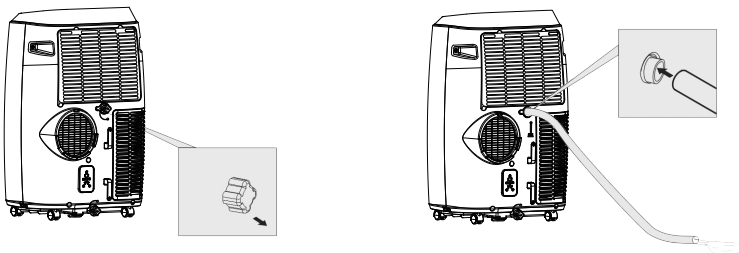

Fig. 10a
Como se muestra en las Fig.10 y Fig.10a, compruebe el tamaño mínimo y máximo de la ventana.
1. Instale el kit de ventana en la ventana (Fig.10, Fig.10a);